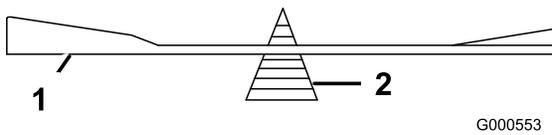

Figure 52
2. Vérifiez l'équilibre de la lame en la plaçant sur un équilibreur (Figure 52). Si la lame reste horizontale, elle est équilibrée et peut être utilisée. Si la lame est déséquilibrée, limez un peu l'extrémité de la partie relevée seulement (Figure 51). Répétez la procédure jusqu'à ce que la lame soit équilibrée.